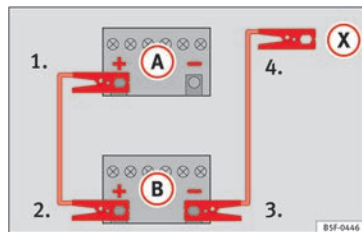

Fig. 87 Esquema de conexión para vehículos sin sistema Start-Stop.
2. Emborne un extremo del cable *rojo* de emergencia al polo positivo (+) del vehículo con la batería descargada (A) » fig. 87.
3. Emborne el otro extremo del cable *rojo* de emergencia al polo positivo (+) del vehículo que suministra la corriente (B).
- 4a. *En los vehículos sin sistema Start-Stop:* emborne un extremo del cable *negro* de emergencia al polo negativo (-) del vehículo que suministra la corriente (B) » fig. 87.